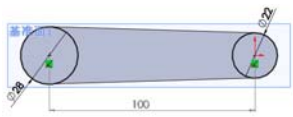

图 5-40 绘制凸台轮廓
- 3) 单击[草图]操控面板上的[圆]按钮，草图 1 中的圆为圆心，绘制两个圆作为凸台轮廓，如图 5-40 所示。